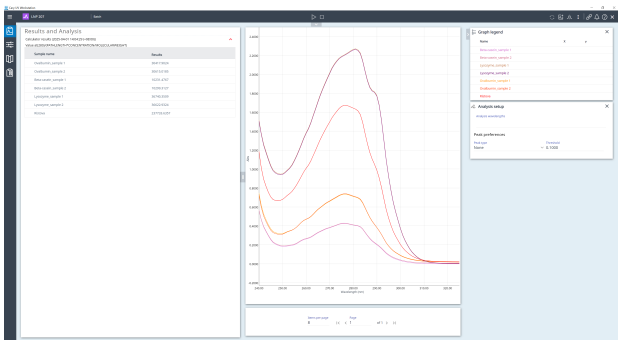

图 2. 不同蛋白质的吸光度扫描和蛋白质消光系数结果。蛋白质消光系数由 Agilent Cary UV Workstation 软件自动计算
- Graphs（图）下拉复选框可选择添加不同的可视化图表，例如本例中的图 1 和图 2。可以自行设置图表缩放比例；例如，放大显示某个目标区域
Cary UV Workstation 提供 Scan（扫描）模式（图 2），用户可以在此模式下进行从紫外光到可见光范围的全光谱扫描，以采集样品的吸收特性。该模式非常适合进行定性和定量分析，并能确定最大吸收波长。